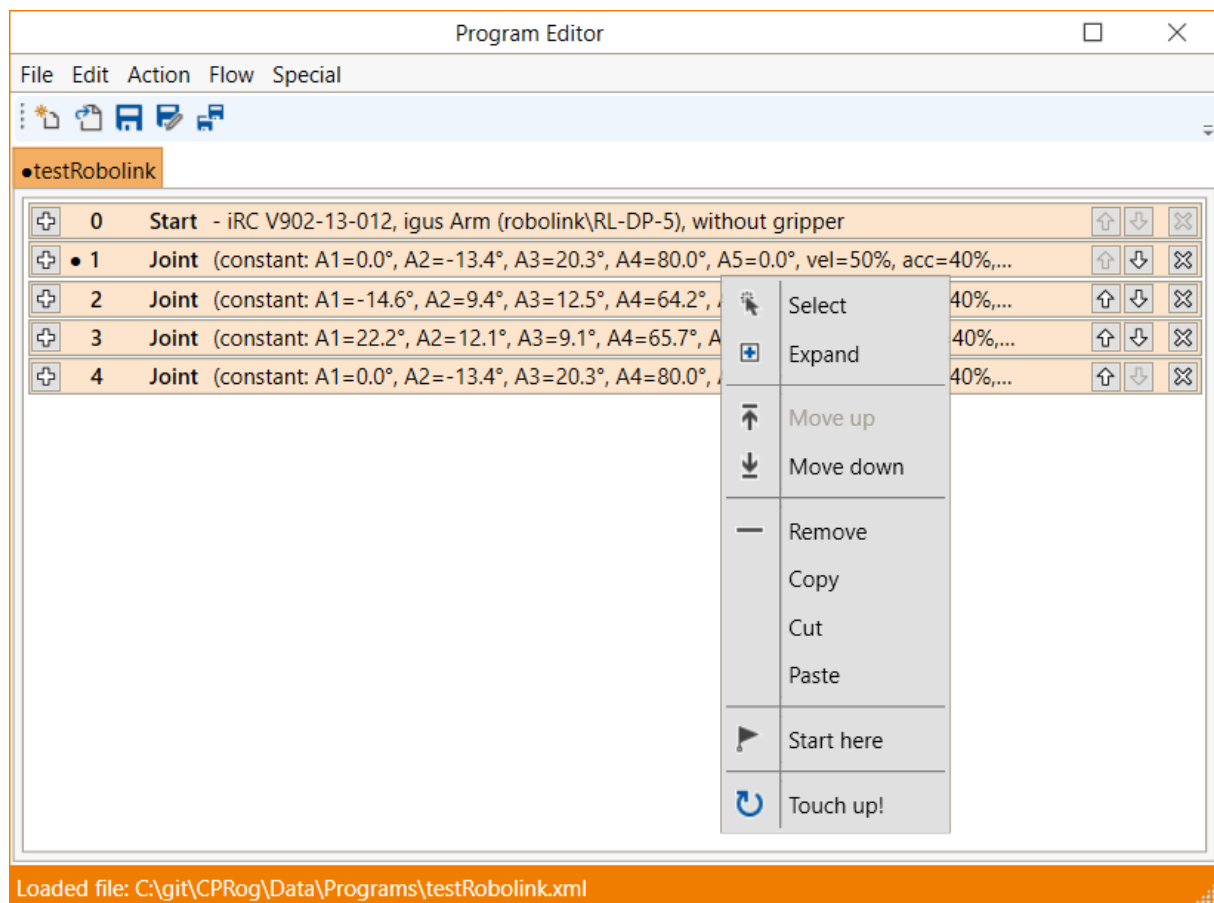

Abbildung 33: Das Kontextmenü einer Befehlszeile
Um einen Befehl zu verschieben verwenden Sie die Pfeile auf der rechten Seite der Befehlszeile. Alternativ können Sie im Kontextmenü der Befehlszeile auf "Nach unten" oder "Nach oben" klicken (s. Abb. 33).
- Öffnen Sie das Kontextmenü durch einen Rechtsklick auf die Befehlszeile und klicken Sie auf "Nachbessern!" (s. Abb. 33).
Um einen bestimmten Befehl als Startpunkt für die Ausführung zu wählen, klicken Sie im Kontextmenü auf "Hier starten" (s. Abb. 33).